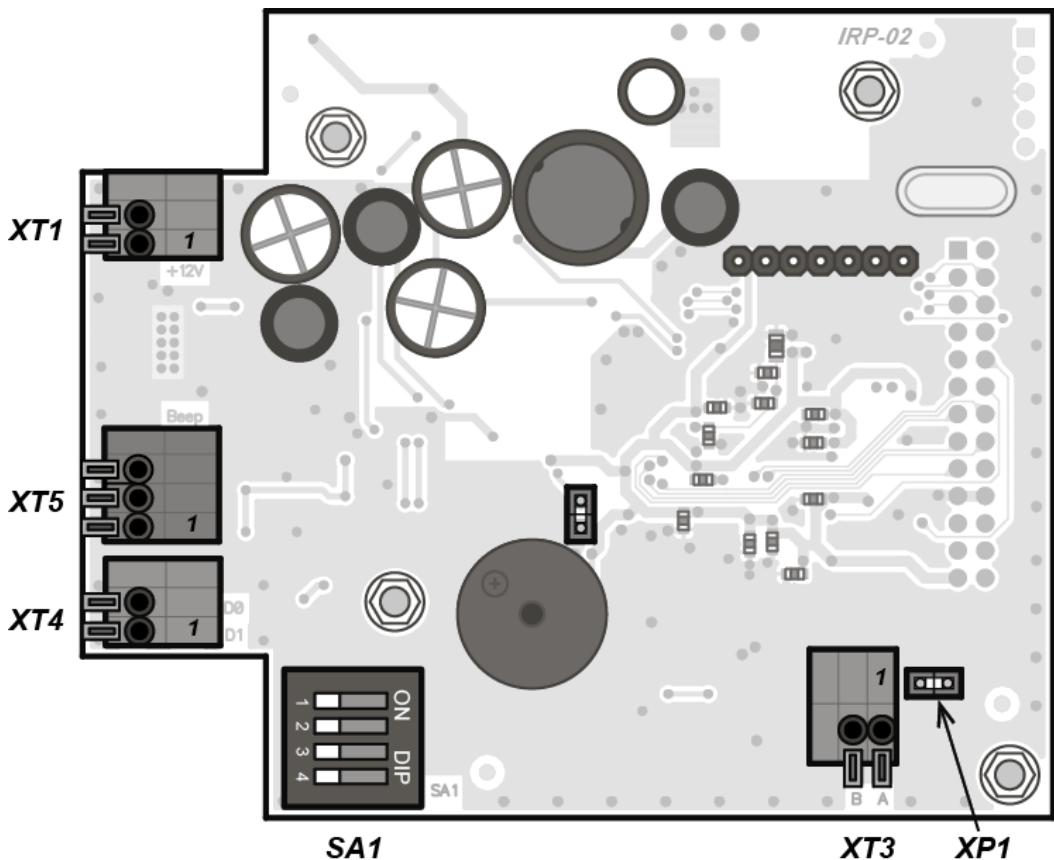
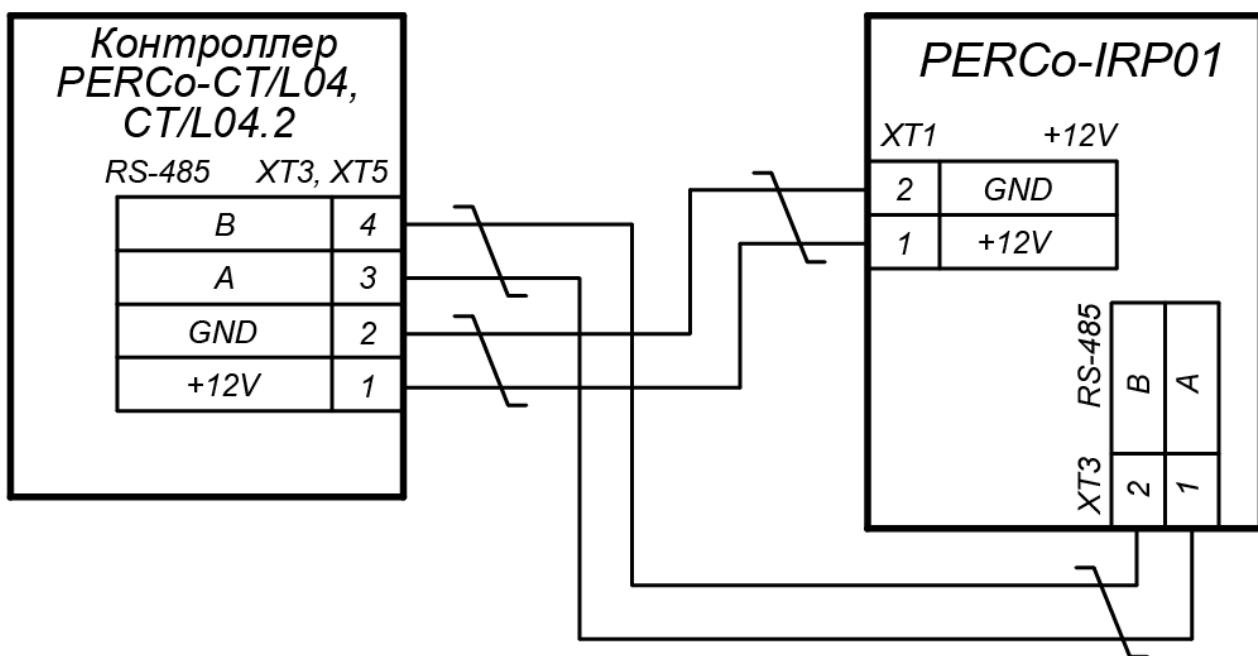
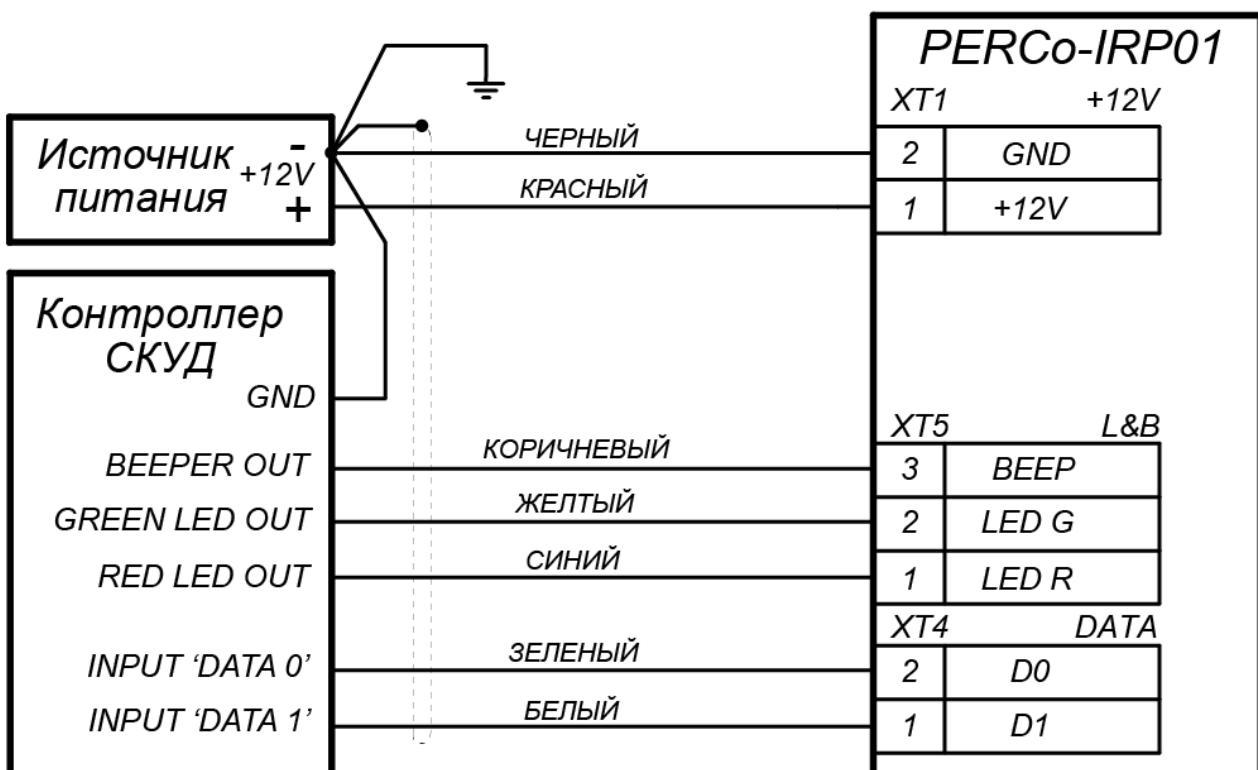

Рисунок 2. Внешний вид платы считывателя
Рисунок 6. Схема подключения считывателя
Рисунок 7. Схема подключения считывателя
Выбор интерфейса считывателя осуществляется с помощью переключателя №4 DIP-переключателя **SA1**, расположенного на плате считывателя (см. рис. 2):
Подключение считывателя к контроллеру СКУД по интерфейсу *RS-485* используется в системах **PERCo-Web**, **PERCo-S-20** (**PERCo-S-20** «Школа»). Для работы считывателя в режиме *RS-485* переключатель №4 DIP-переключателя **SA1**, расположенного на плате считывателя (см. рис. 2), должен быть установлен в положение **ON**.
Выбор номера считывателя осуществляется с помощью переключателей №1...№3 DIP-переключателя **SA1**, расположенного на плате считывателя (см. рис. 2), при этом переключатель №4 должен быть установлен в положение **ON**. Номер считывателя определяется согласно таблице 1.
Для работы считывателя в режиме *Wiegand* переключатель №4 DIP-переключателя **SA1**, расположенного на плате считывателя (см. рис. 2), должен быть установлен в положение *OFF*.
При работе с контроллерами СКУД на экране ЖКИ считывателя отображается индикация, аналогичная указанной в разделе 5.1.2. Возможны два варианта управления индикацией: «*single line*» и «*double line*». Выбор варианта индикации осуществляется с помощью переключателя №3 DIP-переключателя **SA1**, расположенного на плате считывателя (см. рис. 2), при этом переключатель №4 должен быть установлен в положение *OFF*. Вариант управления индикацией определяется согласно таблице 2.
Управляющие сигналы в случае работы в режиме «single line» передаются по линии, подключенной к контакту *Led R* (см. рис. 7) разъема **XT5** на плате считывателя (см. рис. 2). В случае работы в режиме «double line» управляющие сигналы передаются по двум линиям, подключенным к контактам *Led R*, *Led G* разъема **XT5** на плате считывателя. Для управления звуковой индикацией считывателя от контроллера СКУД необходимо соединить с минусом источника питания провод, подключенный к контакту *Beep* разъема **XT5**. Индикация считывателя в зависимости от подаваемых на него управляющих сигналов указана в таблице 3.
Выбор формата выходных данных *Wiegand* считывателя осуществляется с помощью переключателей №1 и №2 DIP-переключателя **SA1**, расположенного на плате считывателя (см. рис. 2), при этом переключатель №4 должен быть установлен в положение *OFF*. Формата выходных данных *Wiegand* считывателя определяется согласно таблице 4.
- Проложите кабель внутри стойки-считывателя, закрепите его и подключите к плате считывателя согласно схемам подключения (см. рис. 6 или рис. 7).
- Подключите кабель к контроллеру СКУД согласно схемам подключения (рис.6, 7).